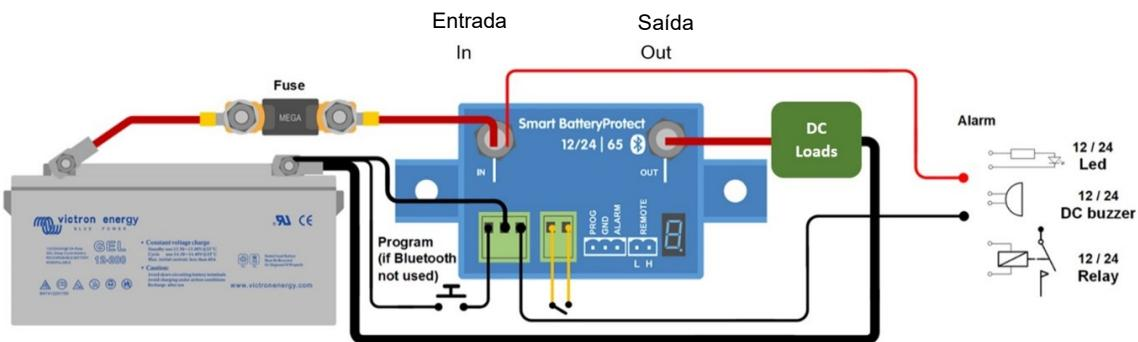

Figura 1: Esquema de ligações do SBP-65 (use a entrada remota para a funcionalidade de ligar/desligar do sistema)
8. Pode conectar um interruptor de ligar/desligar entre H Remoto e L Remoto (consulte a Figura 1).
9. Pode ligar uma campainha, um LED ou um relé entre o terminal de saída do alarme e o positivo da bateria (ver figura 1). Carga máxima na saída de alarme: 50 mA (à prova de curto-círcuito).